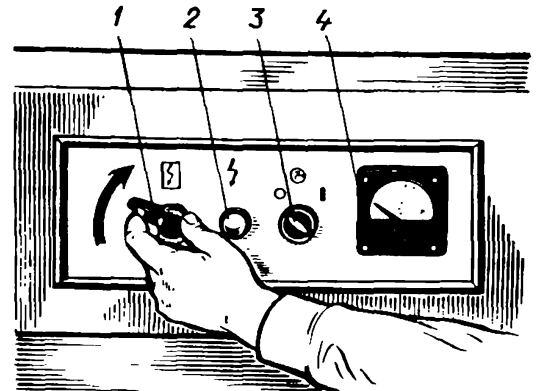

Рис. 14
1. Подключить электродвигатель станка к электросети (рис. 14). Повернуть левой рукой рукоятку 1 вводного выключателя по часовой стрелке; при этом должна загореться сигнальная лампочка 2. Рукоятка 3 служит для включения электронасоса подачи смазочно-охлаждающей жидкости, прибор 4 — для определения нагрузки станка.
4.2. Выключить электродвигатель станка. Повернуть левой рукой рукоятку I (см. рис. 14) против часовой стрелки до отказа; при этом сигнальная лампочка 2 должна погаснуть.